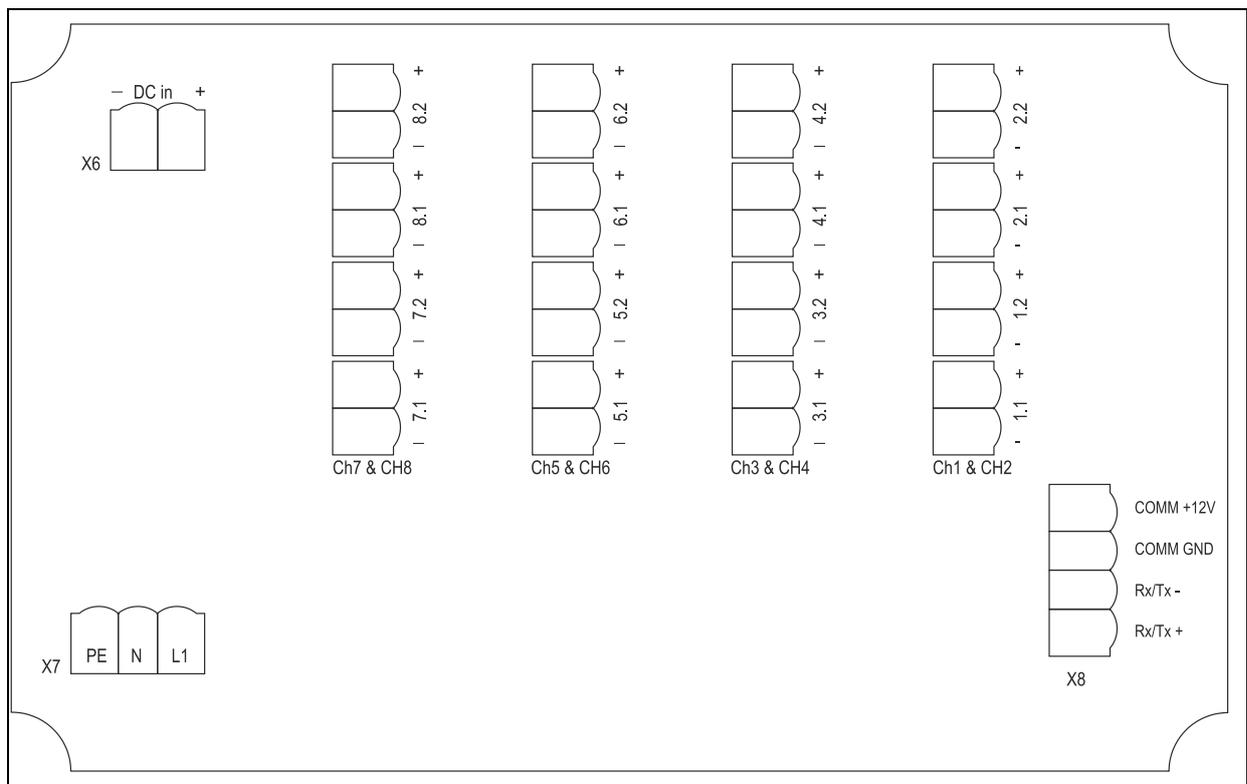

Abb. 5-5 Anschlussplan Zwischenbox ab Ser. Nr.: 1148NIZ0076
- Die kupferfarbene Litze (+) und silberfarbene Litze (-) entsprechend des Anschlussplans Abb. 5-5 an Steckbaren Anschlussklemmenblock anschließen. Dieser Vorgang ist für alle Sensorkabel, Verbindungskabel und Spannungsversorgungskabel durchzuführen.
- Klemmenblöcke auf Anschlussplatine nach Anschlussplan Abb. 5-5 aufstecken.